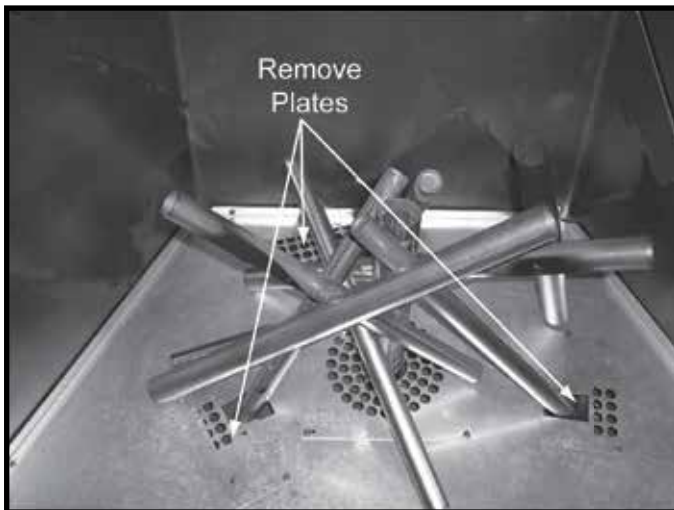

Figure 11.17 Retrait des trois plaques
- Retirez les trois couvercles en retirant deux vis de chacun. Voir la figure 11.17.